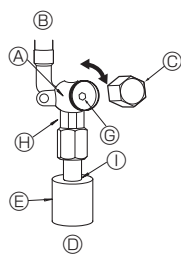
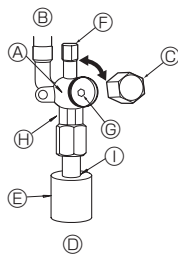

Fig. 4-5
Fig. 4-6
(1) Gaszijde (Fig. 4-5)
① Verwijder de kap en draai de kraanstang zo ver mogelijk tegen de klok in met behulp van een 5mm-inbussleutel. Stop met draaien wanneer de nok wordt bereikt. (ø15,88: Circa 13 omwentelingen)
② Let erop dat de afsluitkraan geheel open is en draai de kap terug naar de oorspronkelijke stand.
(2) Vloeistofzijde (Fig. 4-6)
① Verwijder de kap en draai de kraanstang zo ver mogelijk tegen de klok in met behulp van een 4mm-inbussleutel. Stop met draaien wanneer de nok wordt bereikt.